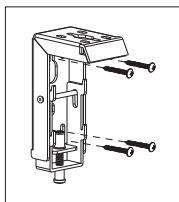

rys. 1
2. Przytwierdź uchwyty do powierzchni upewniając się co do ich odpowiedniego ułożenia w poziomie (podpowieź: narysuj ścieralną delikatną linię poziomą wyznaczającą wysokość mocowań), rys. 1: